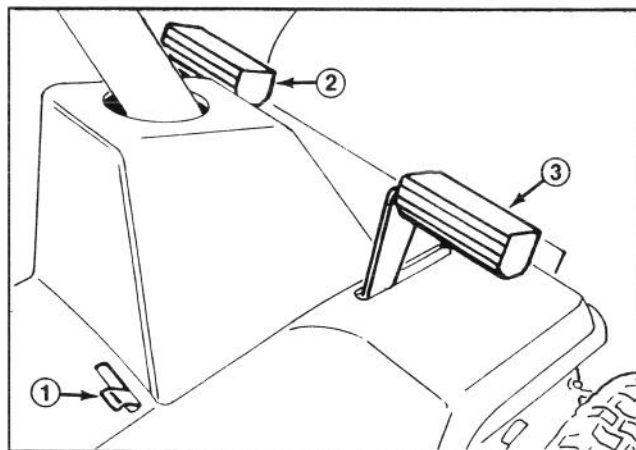

Fig. 3
Pedale della frizione (Fig. 3)
Pedale del freno (Fig. 3)
Freno di stazionamento (Fig. 3)
1. Innestate il freno di stazionamento (Fig. 3), facendo riferimento a *Uso Del Freno Di Stazionamento*.
2. Spostate a sinistra la leva del freno di stazionamento e sbloccate il pedale del freno fin quando non sarà a contatto con l'estremità della leva del freno di stazionamento (Fig. 3).
3. Per sbloccare il freno di stazionamento, premete il pedale del freno (Fig. 3), lasciando che la leva del freno di stazionamento ritorni alla posizione di sblocco. Sbloccate quindi il pedale.